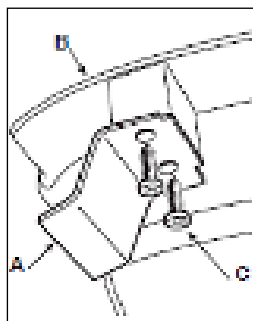

Рис. 27
- Снимите нож-отсекатель (A) с защитного кожуха (B), открутив винты (c) (рис. 27).